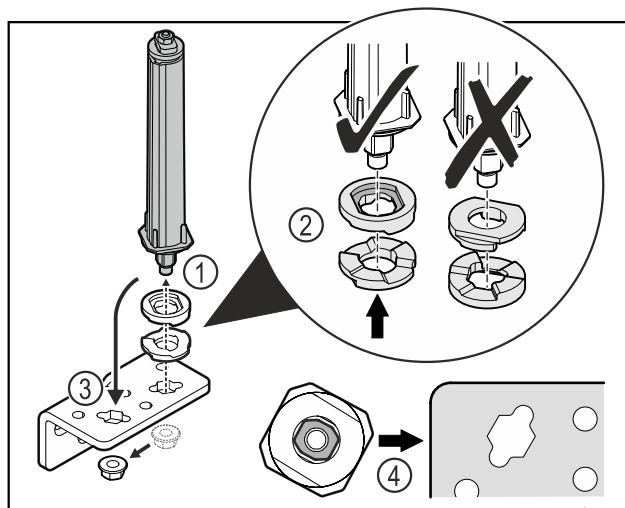

Fig. 39
- ▶ Odvijte matice in odstranite sistem za zaklepanje vrat Fig. 39 (1).
- ▶ Pazite na pravilno razporeditev podložk za nastavljanje višine Fig. 39 (2).
- ▶ Sistem za zaklepanje vrat prestavite v kotniku tečaja in ga fiksirajte z matico Fig. 39 (3).
- ▶ Pri vstavljanju pazite na pravilno naravnost sistema za zaklepanje vrat Fig. 39 (4).